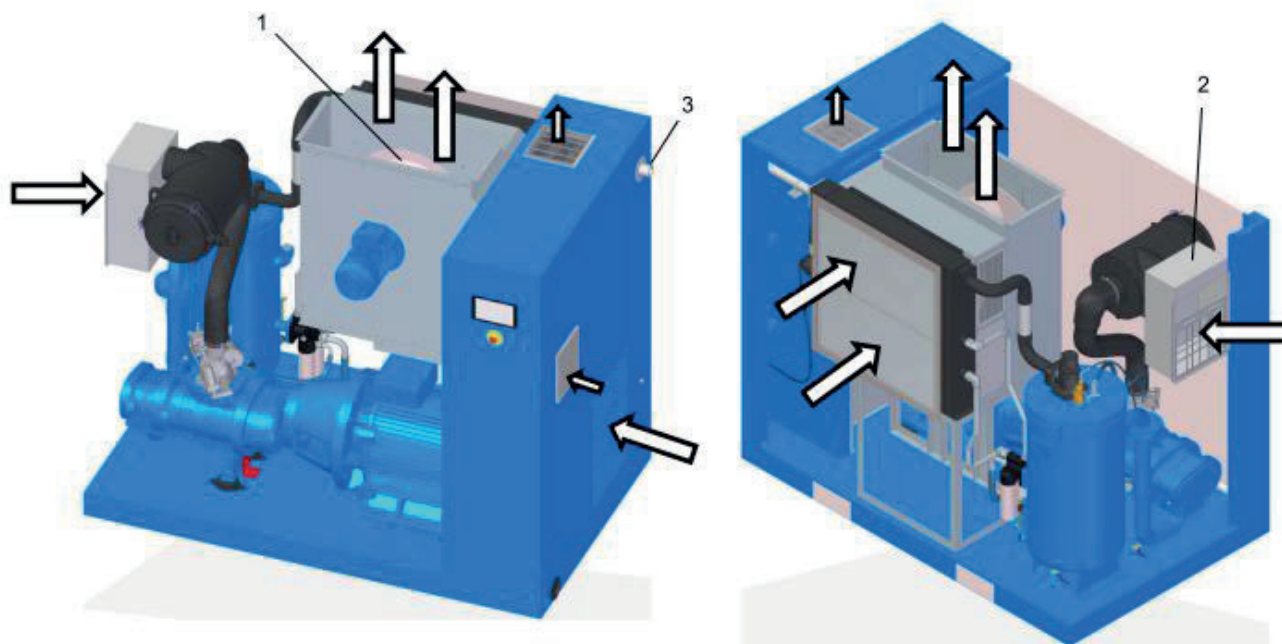

Рис. 14: Схема технологического потока, Винтовой компрессор GEAR XP 45 – 90
- Вентилятор охлаждения (Рис. 14/1)
- Всасывающий фильтр (Рис. 14/2)
- Подключение сжатого воздуха (Рис. 14/3)